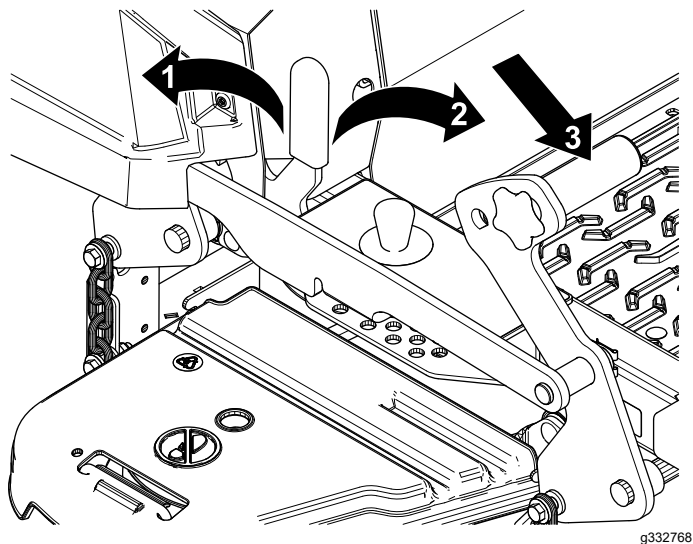

図 1
7. デッキ昇降ペダルを前方一杯に踏み込んで、デッキを移動走行位置にロックする 図 1。